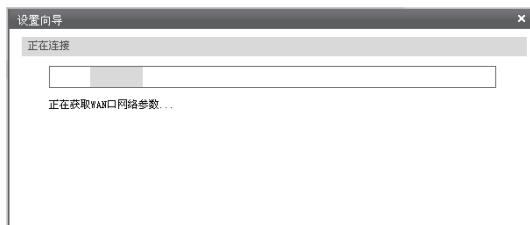

图4-10 上网方式-动态IP连接
2)如果上网方式为动态IP，即可以自动从网络服务商处获取IP地址，则不需要填写任何内容。**图4-10**为动态IP连接界面。如果在此连接过程中，您关闭了设置向导，该接口的配置工作仍会在后台进行。